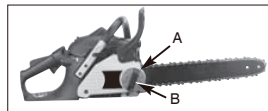

Fig. 4
1. Tenere la punta della barra di guida verso l'alto e ruotare l'anello della catena (A) IN SENSO ORARIO per aumentare la tensione della catena. Ruotando l'anello della catena (A) IN SENSO ANTIORARIO la quantità di tensione sulla catena aumenterà. Assicurarsi che la catena si inserisca perfettamente lungo tutto il perimetro della barra di guida. (Fig. 4)
2. Dopo la regolazione, la punta della barra è ancora in alto, serrare il pulsante di fissaggio della barra (B) in modo sicuro. La catena è tesa al punto giusto quando aderisce con precisione intorno al perimetro e può essere tirata da una mano protetta da guanti. (Fig. 4)